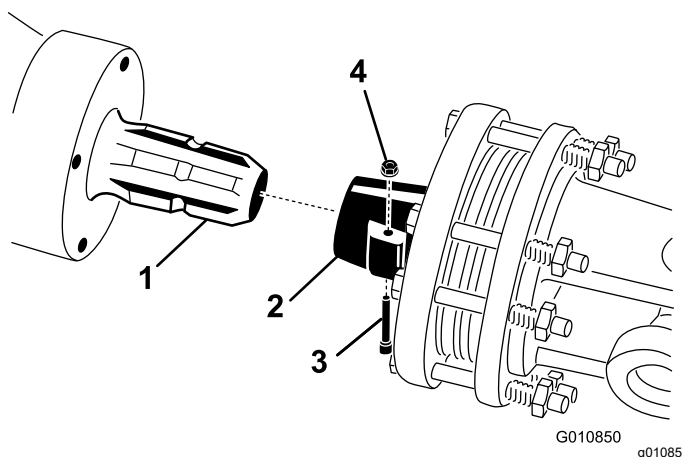

Figura 23
1. Retire o pino e a porca do veio da tomada de força (Figura 23).
2. Ligue a extremidade da embraiagem do veio da tomada de força ao eixo de entrada da transmissão do arejador com o pino e a porca previamente retirados (Figura 23).